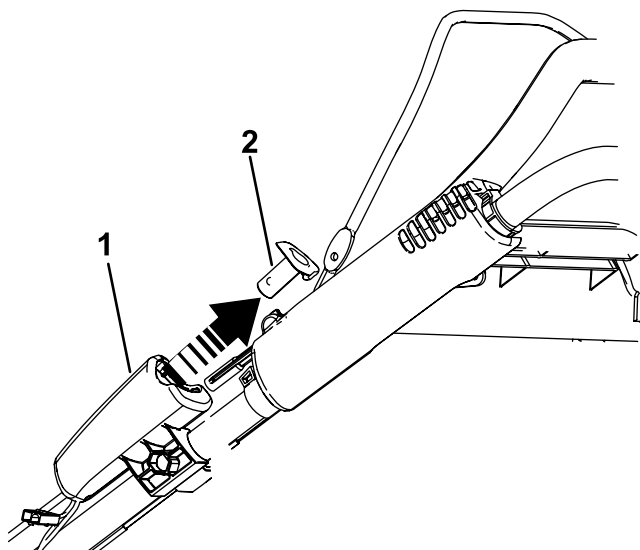

Figure 21
1. Retirez le bouton de démarrage électrique (selon l'équipement) ; voir Figure 21.